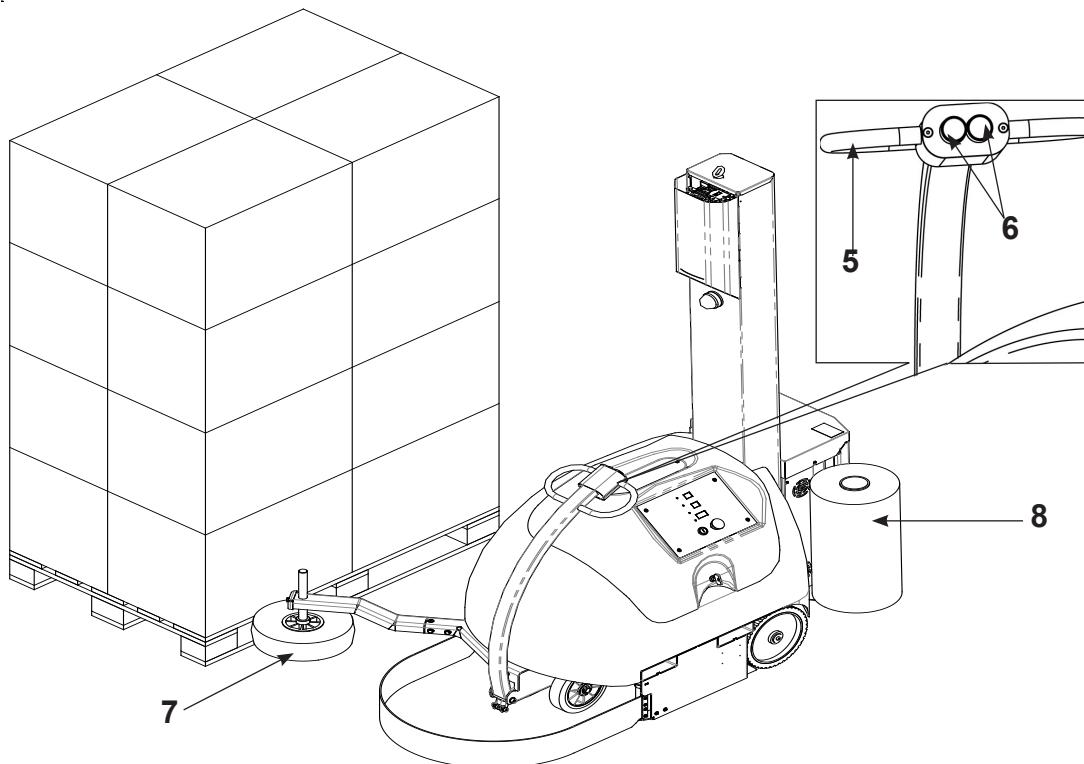

Fig. 5.7
- b) dopo aver piazzato nell'area di lavoro il pallet con il prodotto da imballare, avvicinare la macchina tramite il timone a controllo manuale (5), agendo sui pulsanti di controllo marcia (6) (Fig. 5.7);
- c) posizionare la ruota tastatrice (7) in battuta su un fianco del pallet;
- d) prelevare manualmente il film in uscita dal carrello (8) ed agganciarlo ad un angolo del pallet.
- b) Après avoir positionné dans la zone de travail la palette avec le produit à emballer, approcher la machine au moyen de la barre à contrôle manuel (5), en agissant sur les boutons de contrôle marche (6) (Fig. 5.7).
- c) Positionner la roue palpeuse (7) contre la butée sur un côté de la palette.
- d) Prélever manuellement le film du chariot (8) et l'accrocher à un coin de la palette.